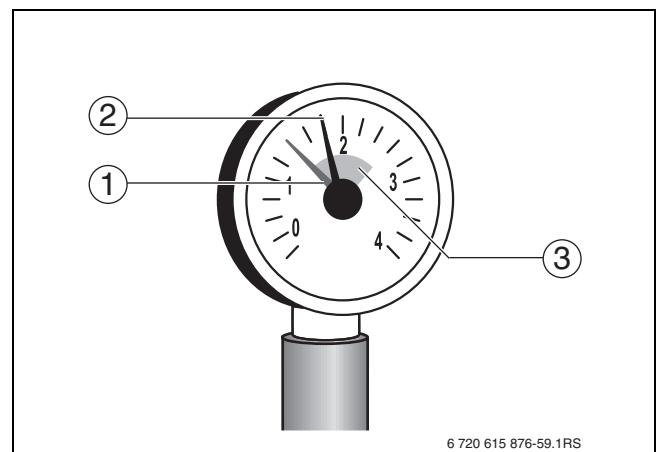

Рис. 10 Манометр для закрытых установок
- ▶ Если давление упадёт из-за удаления воздуха, то нужно добавить воду (см. положение красной стрелки на манометре → рис. 10, стр. 14).